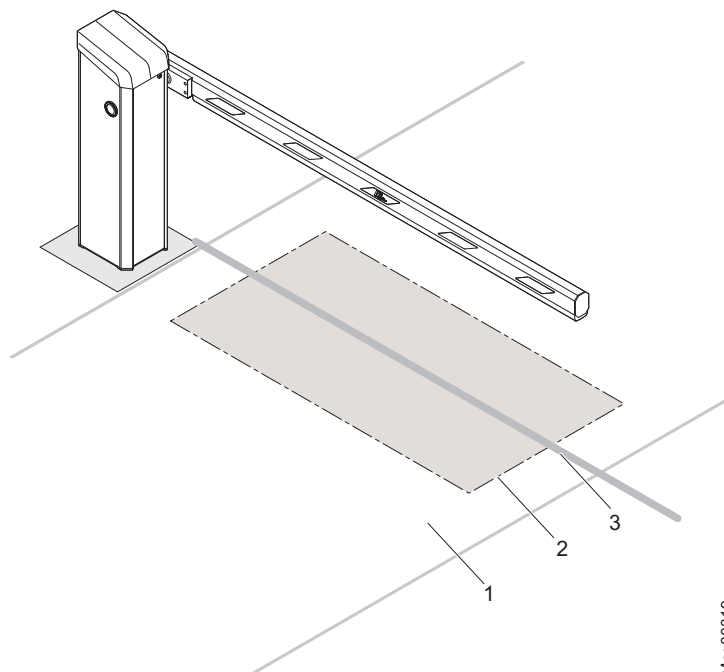

Fig. 18: Eksempel for tilordning av en induksjonssyklus for personbiltrafikk, her fremstilt for bom type "Access XXL"
- Avstanden fra induksjonssyklusen til kanten på kjørebane bør være på ca. 300 til 500 mm. → Se også Fig. 18.